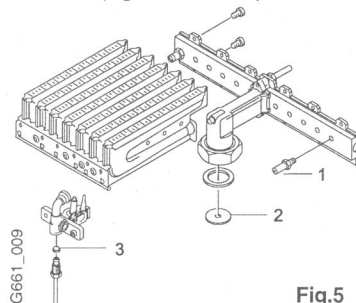

Fig.5
2. Desmontar el quemador (fig 5).
Desenroscar los grupos izquierdo y derecho del quemador y cambiar las boquillas inyectoras (fig. 5, ítem 1).
3. Cambiar la boquilla del quemador piloto (fig. 5, ítem 3).
5. Cambiar la arandela de estrangulación (fig. 5, ítem 2).